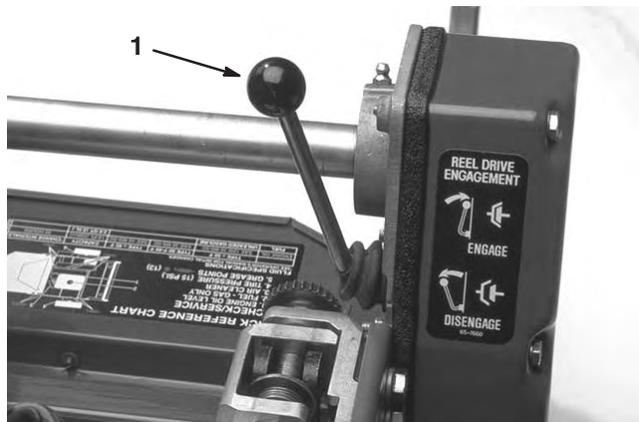

Figure 21
Levier de commande de cylindre (Fig. 21)
1. Vérifiez que les leviers de commande de transmission aux roues (Fig. 20) et de cylindre (Fig. 21) sont en position de débrayage.